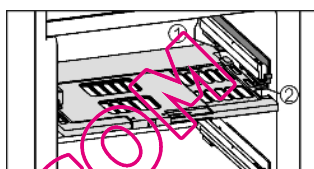

Fig. 22
- ▶ Introduire la plaque de régulation de l'humidité : insérer les travers du couvercle de la plaque par le bas dans le support arrière Fig. 22 (1) et encliqueter devant dans le support Fig. 22 (2).